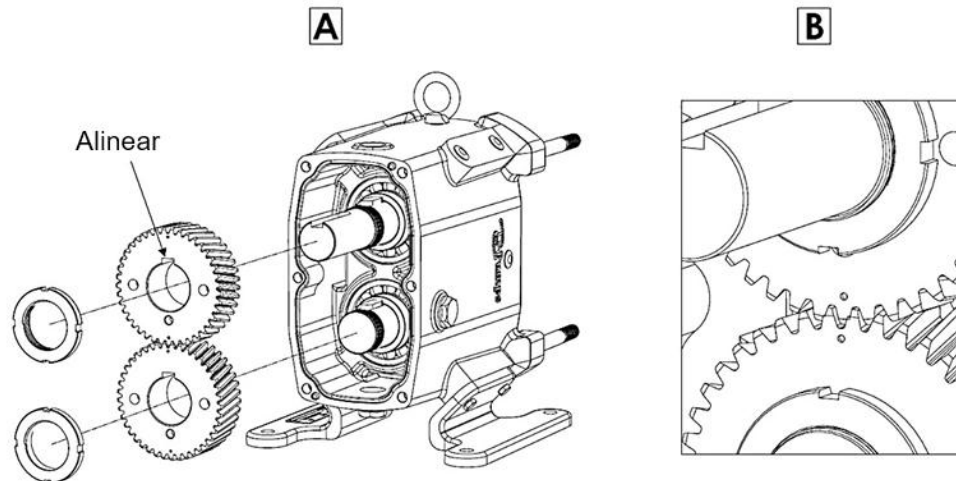

**Figura 54: Instalación del espaciador y cuñas**
- Alinee las flechas de modo que los cuñeros de los engranes apunten hacia arriba. Deslice los espaciadores de engranes en las flechas e inserte las cuñas de engranes en cuñeros (Figura 54).